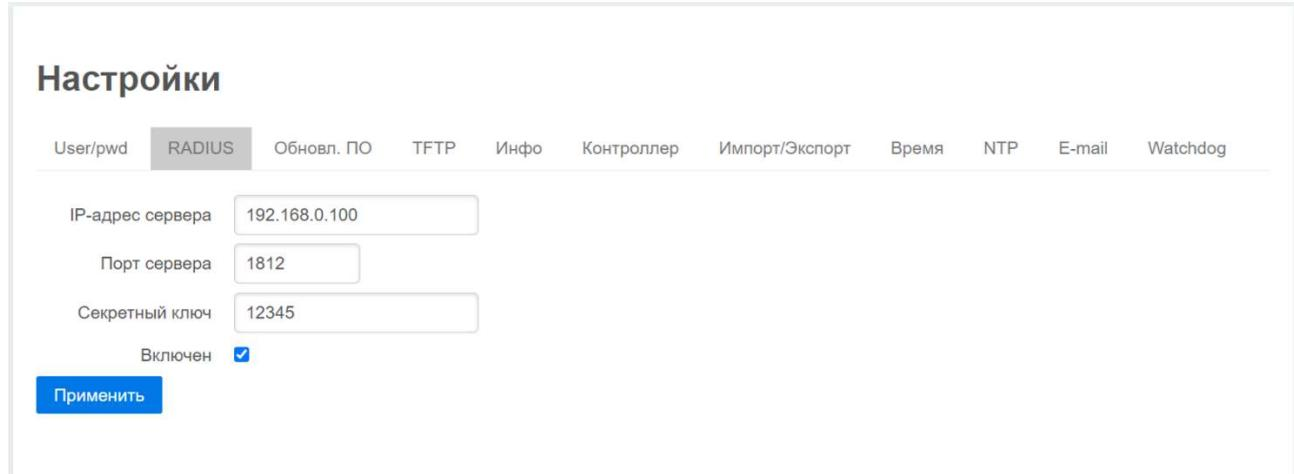

Рис. 12 Настройки RADIUS
- Рис. 12). **Внимание.** В Контроллере и в tekRADIUS должен прописываться один и тот же Секретный ключ!